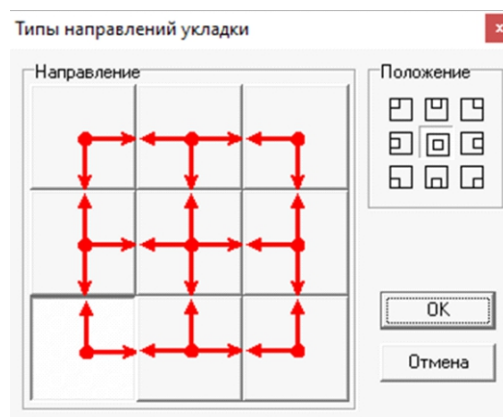

рис. 82
3. указать направление и положение графического элемента (рис. 82).